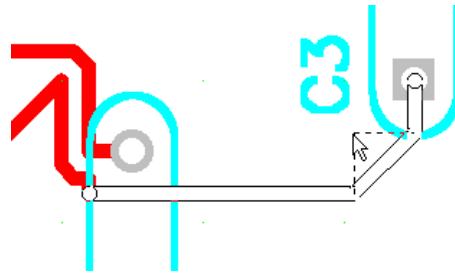

Рис. 9-34. Сглаживание проводника командой **Route/Miter**
2) Команда активизируется и курсором указывается угол трассы (см. рис. 9-34).